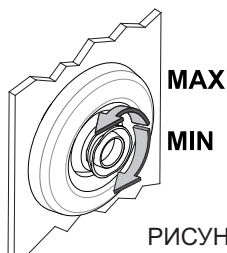

РИСУНОК 3
- Убедитесь, что форсунки открыты, в противном случае поверните диффузор против часовой стрелки (Рисунок 3).